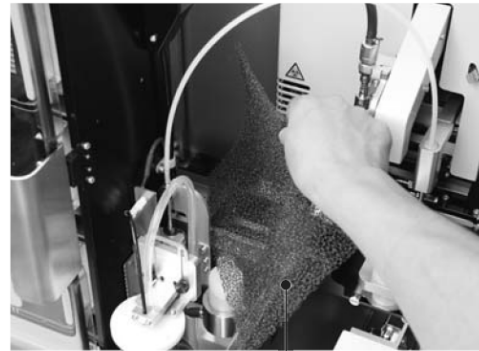

Figure 2-W
5. Placez la feuille dans le plateau sous le bras du rack de réception (Figure 2-W).